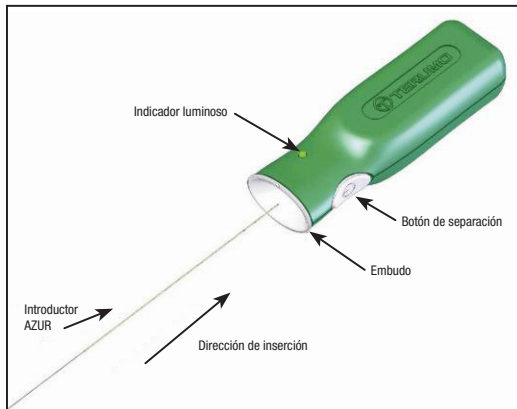

Figura 2: controlador de separación AZUR
- Antes de utilizar el dispositivo, retire el extremo proximal del introductor de la bobina dispensadora. Tenga cuidado de no contaminar este extremo del introductor con sustancias extrañas como sangre o medio de contraste. Inserte con firmeza el extremo proximal del introductor en la sección de embudo del controlador de separación AZUR. Consulte la Figura 2. **No pulse el botón de separación en este momento.**
34. Conecte el extremo proximal del introductor al controlador de separación AZUR insertando con firmeza el extremo proximal del introductor en la sección de embudo del controlador de separación AZUR. Consulte la Figura 2.